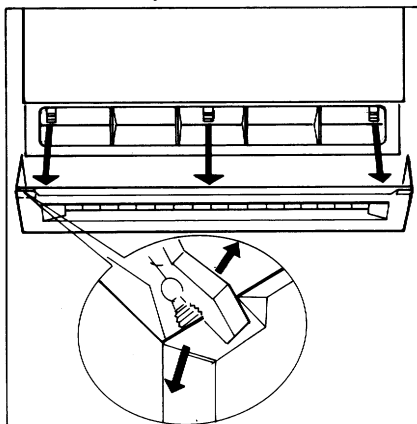

Fig. 3
- ☐ Haal de sokkelbescherming weg en maak met behulp van een tang links in de sokkel de holte vrij voor het onderscharnier (**Fig. 3**).